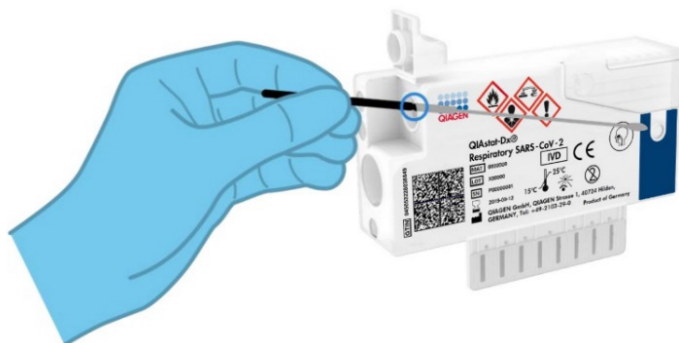

Figura 8. Inserindo o swab no QIAstat-Dx Respiratory SARS-CoV-2 Panel Cartridge.
5. Insira o swab no QIAstat-Dx Respiratory SARS-CoV-2 Panel Cartridge até que o ponto de quebra esteja alinhado com a abertura de acesso (ou seja, o swab não avançará mais) (Figura 8).